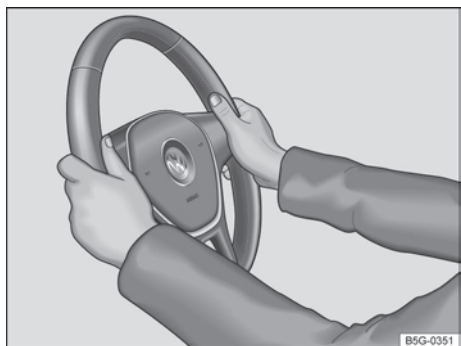

Fig. 57 No volante: posição 9 e 3 horas.
- Ajustar a posição do volante de forma que possa segurá-lo lateralmente pela borda externa na posição de 9h e 3h → Fig. 57 com ambas as mãos e os braços ligeiramente dobrados.
- Pressionar a alavanca ① sempre com firmeza para cima após o ajuste, para que o volante não mude sua posição durante a condução.
- Durante a condução, sempre segurar o volante com ambas as mãos lateralmente na borda externa na posição de 9h e 3h → Fig. 57, para reduzir ferimentos causados por um acionamento do airbag frontal do condutor.